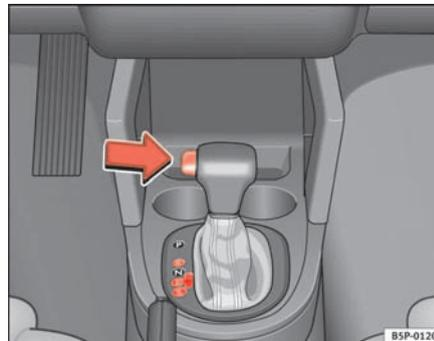

Fig. 137 Conduite
- Appuyez sur le bouton du pommeau (situé sur la partie gauche de celui-ci, ⇒ fig. 137).